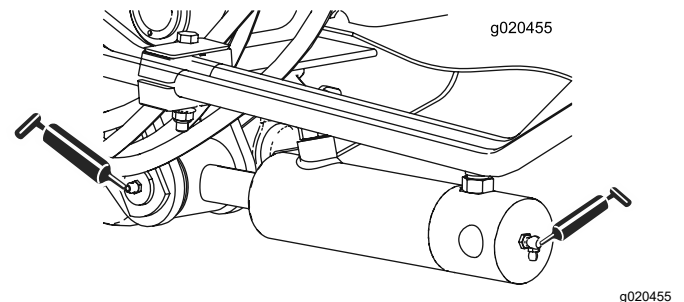

Figura 79
- Casquillos de los cilindros de los brazos de elevación (2 en cada lado) (Figura 79)